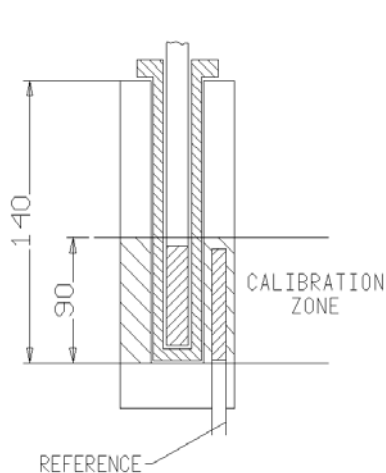

Fig.2
- Schieben Sie den Sensor hinab bis auf den Boden des Blocks, hierbei muss das Fühlerelement in der optimalen Kalibrierzone zu liegen kommen (Fig. 2).